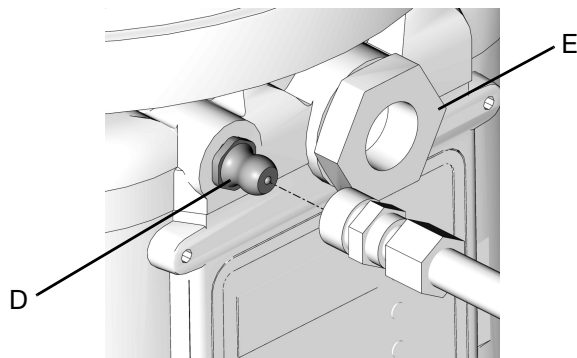

FIG. 23
1. Conecte la manguera de llenado a la grasería Zerk de entrada (D) (FIG. 23).
1. Conecte la manguera de llenado al racor de entrada (D) (FIG. 23).